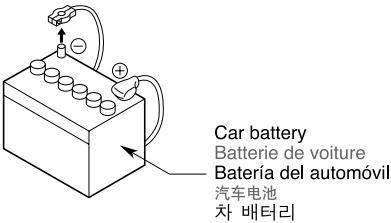

Figure 1 / Figure 1 / Figura 1 / 图1 / 그림 1
- Be sure to disconnect the battery “○” terminal before starting. This is to prevent short circuits during installation. (Figure 1)
- Veillez à débrancher la borne négative “○” de la batterie avant d'installer l'appareil afin d'éviter tout court-circuit. (Figure 1)
- 确保在使用前不要连接电池 “○” 级。这可防止在安装过程中造成短路。(图1)